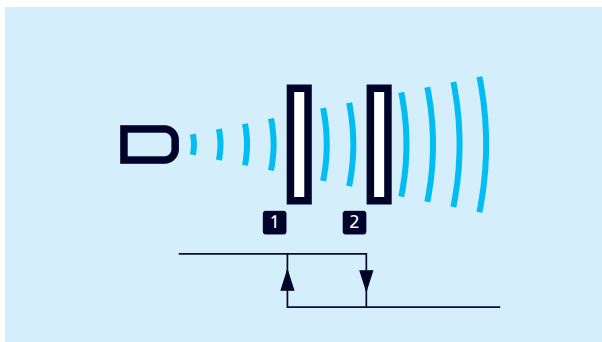

Bild 10: Hysteresebetrieb, Zweipunkt
- Der Zustand des Schaltausgangs ändert sich, wenn das Objekt den Schalterpunkt 1 erreicht und wechselt zurück auf den vorherigen Zustandswert, wenn das Objekt Schalterpunkt 2 erreicht (vgl. Bild 10). Mit dieser Betriebsart kann eine Zweipunkt-Regelung realisiert werden. Eine typische Anwendung ist die Füllstandsregelung, z. B. in einem Tank mit einem Maximal-Level (Schalterpunkt 1) und einem Mindest-Level (Schalterpunkt 2).